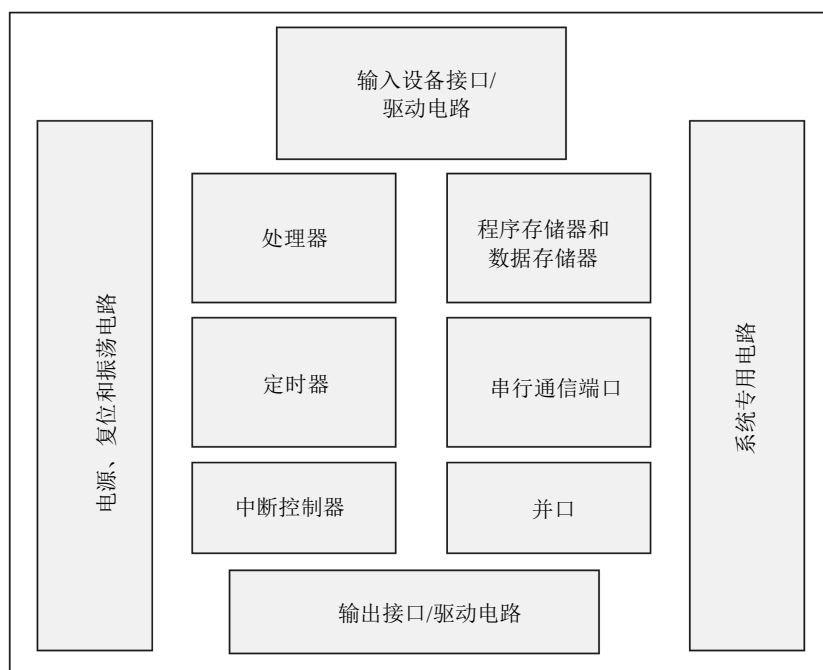

图 1-1 嵌入式系统硬件的组成
- (1) 与计算机相似的硬件。处理器可以嵌入到处理器核心中，硬件包括嵌入式存储器、外围设备和输入输出设备。它嵌入了主应用软件。应用软件可以并行执行多个任务(一组任务)。图 1-1 给出了嵌入式系统硬件中的组成单元。
(2) 软件通常嵌入在 ROM(只读存储器)、闪存或媒介卡中。与计算机不同，系统通常不需要辅助硬盘和 CD 存储器。